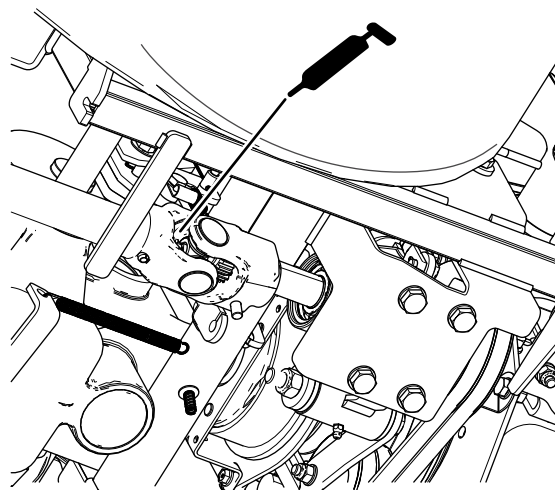

Figura 47
- Giunto cardanico posteriore dell'albero di trasmissione nella PDF (Figura 47).